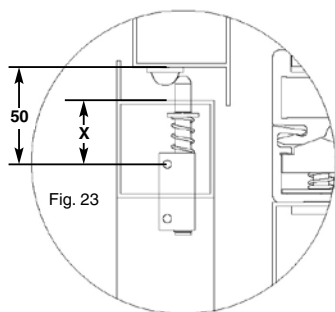

Fig. 23
- Calcolare il centro della prima asola in alto (quota X) in modo che la distanza fra esso ed il piano d'appoggio del riscontro di aggancio (vedere Fig. 57, 58) sia pari a 50mm (Fig. 23).